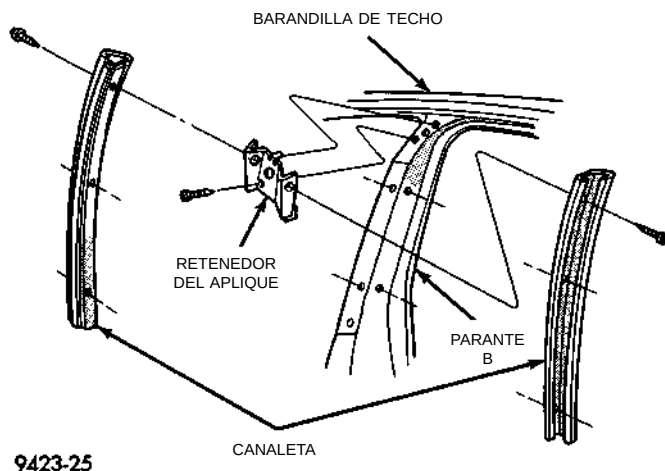

Fig. 44 Canaleta del burlete del parante B
- (1) Retire el aplique del parante B.
- (2) Retire los sujetadores de presión que fijan el burlete al parante B.
- (3) Extraiga el burlete de las canaletas del parante B.
- (4) Retire los tornillos que fijan las canaletas al parante B (Fig. 44).
- (5) Separe las canaletas del parante B.